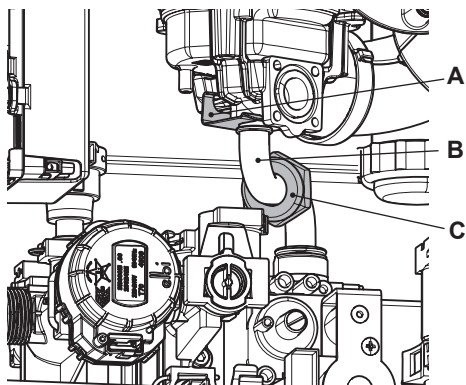

Figura 8.1
- Togliere la forcina A, svitare il girello C ed estrarre il tubo del gas B (Figura 8.1).
Attenzione per rimontare eseguire le operazioni effettuate in senso inverso, stando attenti a non rovinare la guarnizione OR del tubo gas quando si inserisce il tubo nell'aerotech ed eseguire la prova di tenuta gas dopo aver stretto il girello del tubo gas (Figura 8.1).